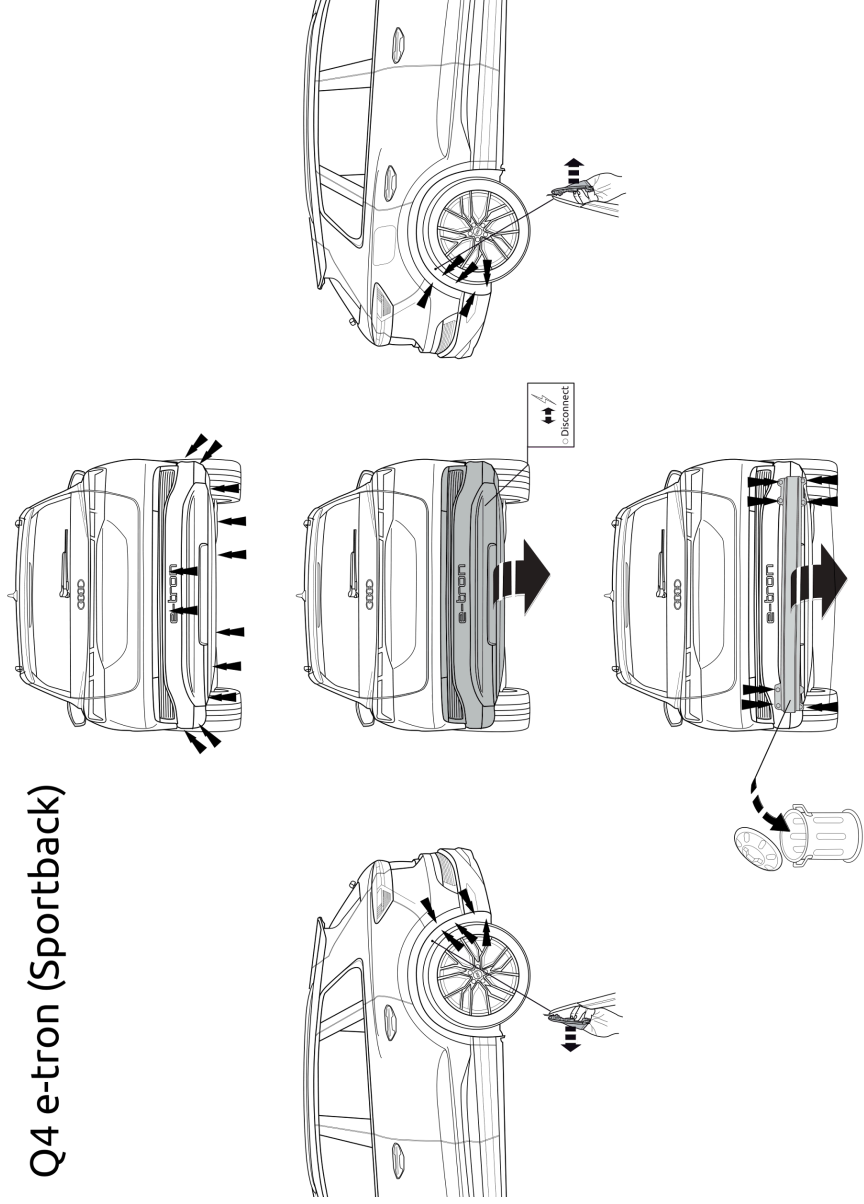

Fig. 4
4. Переместите датчик если имеется в точку Х. См. рисунок 4 & 5.